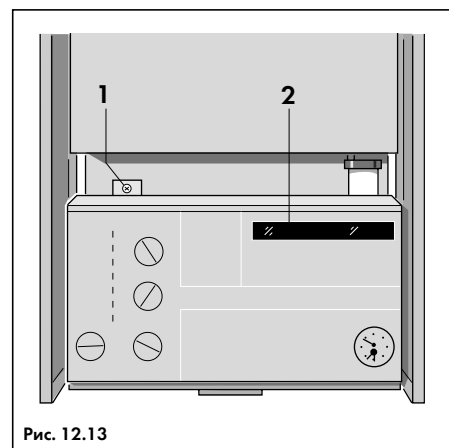

Рис. 12.13
- Отвернуть винт (1, рис. 12.13) и откинуть панель управления;